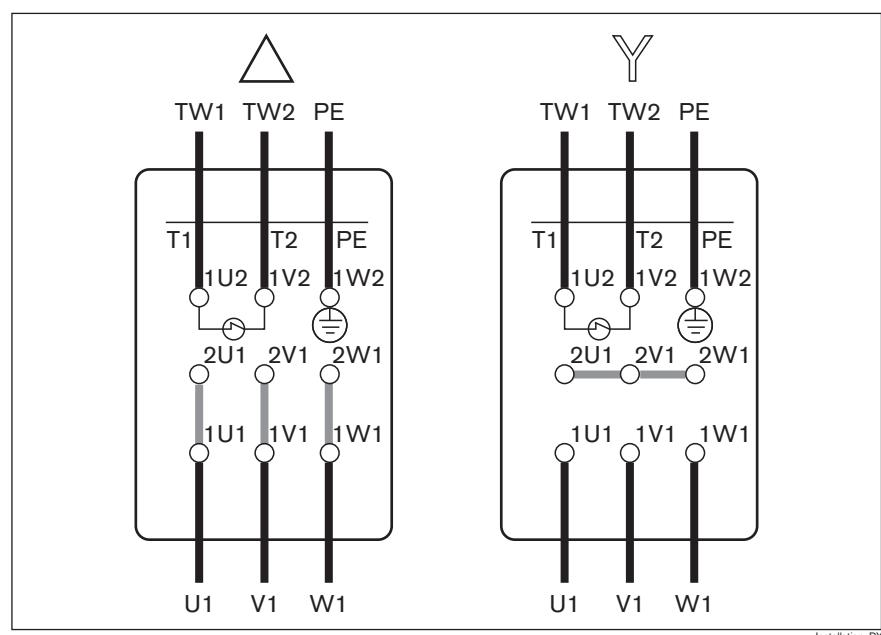

Fig. 9: Anschlusspläne Dreieckschaltung / Sternschaltung
- Schließen Sie den Motor entweder in Sternschaltung oder in Dreieckschaltung an, entsprechend den Anschlussplänen, siehe Fig. 9 auf Seite 21 und dem Anschlussplan im Klemmenkasten.
- Um die Drehrichtung des Motors zu ändern, tauschen Sie zwei beliebige Drähte (L1, L2 oder L3, siehe Fig. 9 auf Seite 21).